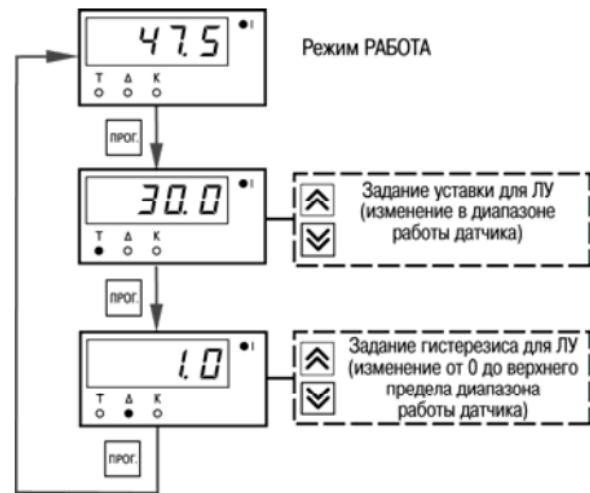

Рис. 6.1. Последовательность работы с прибором на первом уровне программирования
**На первом уровне** осуществляется просмотр и изменение значений параметров регулирования: уставки Т и гистерезиса Δ. Вход на первый уровень программирования осуществляется кратковременным нажатием на кнопку **ПРОГ.**. Последовательность работы с прибором на первом уровне программирования приведена на рис. 6.1.